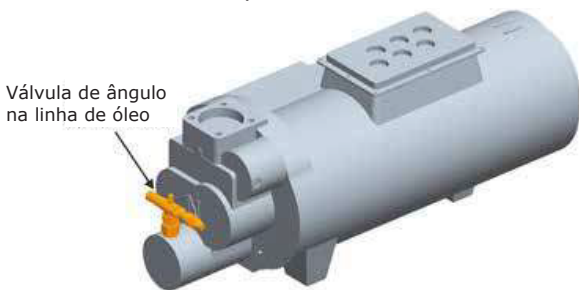

Figura 66. Carregamento de óleo do compressor
1. Conecte frouxamente a mangueira de óleo à válvula angular de 1/4" da linha de óleo do compressor conforme a Figura 66. Carga de óleo de compressor